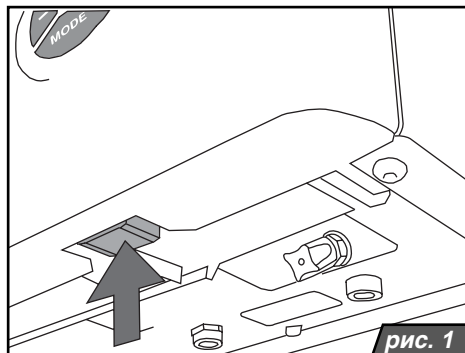

рис. 1
Главный выключатель (рис. 1) предназначен для включения или выключения котла. Главный выключатель находится под нижней гранью котла, на оси панели управления.
Главный выключатель (рис.1) переключите в положение (I). Дисплей начнёт светиться.
Главный выключатель (рис.1) переключите в положение (0).